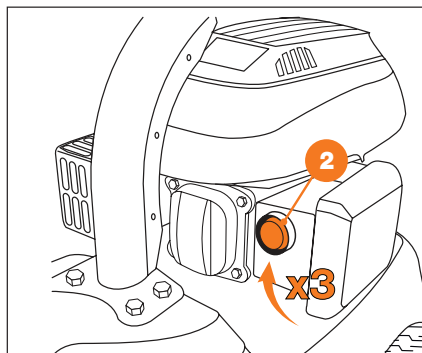

Рис. 17
- Подкачайте топливо, нажав на насос подкачки топлива **2** (Рис. 17) 3-5 раз. В случае, если двигатель прогреет, нажмите на насос всего 1-2 раза.
- Подкачайте топливо, нажав на насос подкачки топлива (Рис. 17, поз. 2) 3-5 раз. В случае, если двигатель прогреет, нажмите на насос всего 1-2 раза. При очень низкой температуре и при отсутствии запуска повторите процедуру подкачки топлива (до 3-х раз).